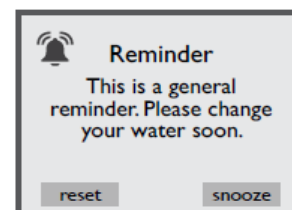

Figura 6.6f
4. Quando o temporizador expirar a contagem, uma mensagem será exibida no visor do painel de controle, Figura 6.6f. A água deverá ser drenada e substituída com água fresca. Siga as instruções acima para zerar o temporizador. Se você tocar em “snooze” (soneca), a mensagem será liberada, porém o ícone de erro ▲ será exibido e a tela de lembrete reaparecerá em 10 dias.